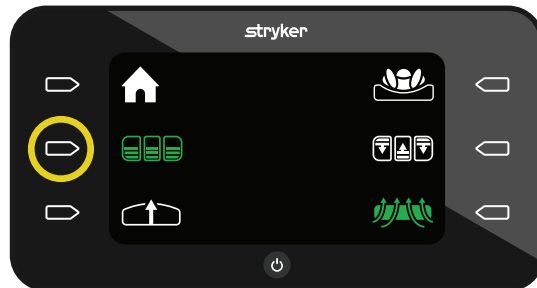

Figura 28 – Modo estático desactivado
2. Para iniciar el modo estático, pulse el botón **Acción** situado junto al icono **Modo estático** (Figura 28).